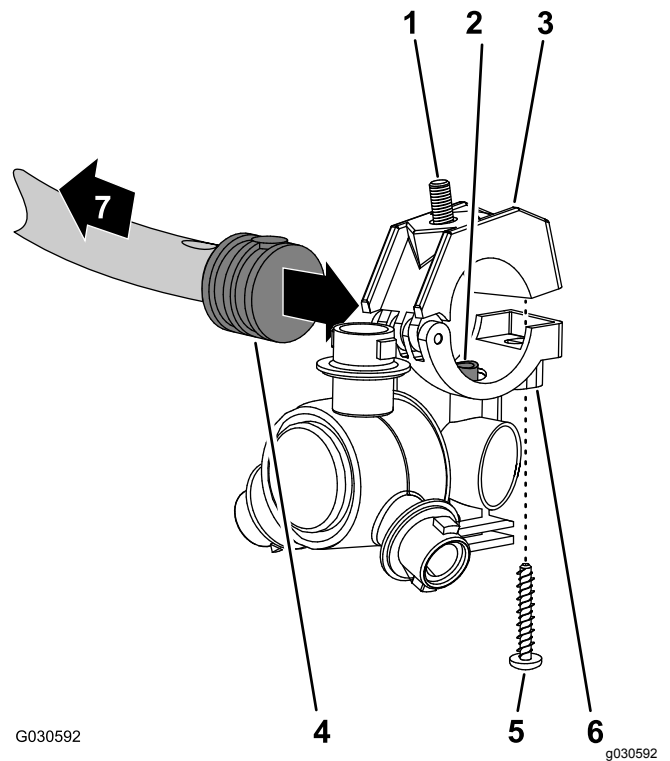

Bild 131
- Fluchten Sie den Transferschlauch im Sattel einer Sprühdüse (Bild 131) mit dem Loch in der Seite des gezahnten Einzelschlauchschafts (1/2") aus.
- Schließen Sie die obere Klemmenhälfte um den gezahnten Schlauchschafft und befestigen Sie die Klemmenhälfte und das Sprühdüsengehäuse (Bild 131) mit der Edelstahlschraube (Nr. 12 x 1 1/4"). Ziehen Sie die Edelstahlschraube bis auf 14-18 Nm an.